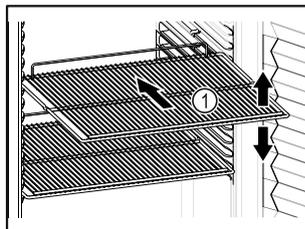

Fig. 55
- Ако стелажите за съхранение Fig. 55 (1) могат да се местят, регулирайте ги според височината.